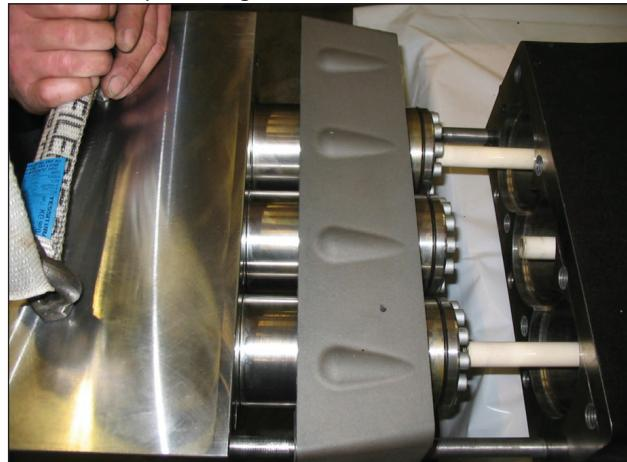

Fig. 99
Desmontar la cabeza y el distanciador de las camisas del cárter de la bomba (pos. ①, Fig. 99).